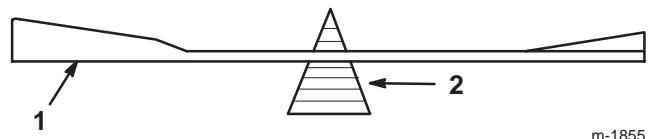

Figure 31
2. Vérifiez l'équilibre de la lame en la plaçant sur un équilibrage (Fig. 31). Si la lame reste horizontale, elle est équilibrée et peut être utilisée. Si la lame est déséquilibrée, limez un peu le dos de la lame. Répétez la procédure jusqu'à ce que la lame soit équilibrée.